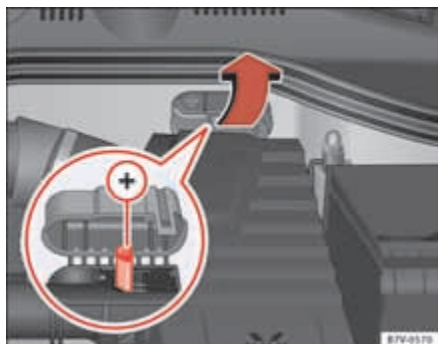

Fig. 225 En el vano motor: polo positivo de ayuda de arranque (+).
- Asimismo, abra la cubierta de la batería en el compartimento del motor ⇒ página 334, o bien retire a un lado el capuchón del polo positivo ³⁾, en el sentido de la flecha ⇒ **página 391, fig. 225**.
- Emborne un extremo del cable de emergencia *rojo* al polo positivo ⇒ **página 391, fig. 226**  ⇒  o ⇒ **página 391, fig. 225**  del vehículo con la batería descargada  ⇒ .